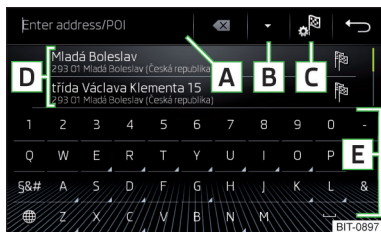
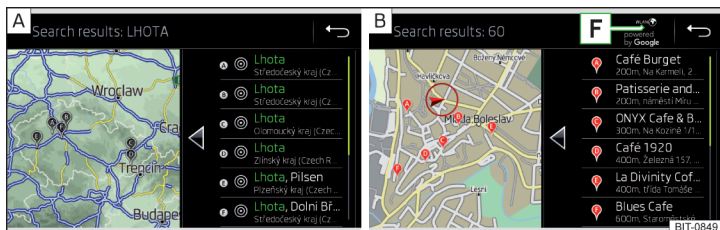

Fig. 209
Fig. 210 Liste des destinations recherchées : dans les données de navigation/en ligne
Touches de fonction » fig. 209 et » fig. 210
Dans la zone **D** » fig. 209, une liste des destinations recherchées est affichée.
- ▶ ou : cliquez sur la touche de fonction **B** » fig. 209.
- Destinations recherchées dans les données de navigation » fig. 210 - **A**.
- Destinations recherchées en ligne » fig. 210 - **B**.